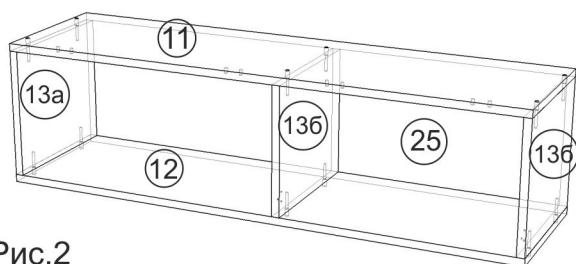

Рис.2
- 6) К крыше (11) еврошурпами (д) присоедините установочные площадки петель (ж).
- 7) С помощью евровинтов (а) соединить стойки антресоли (13а,13б) с крышей (11) и дном (12), рис.2. Гвоздями прибить заднюю стенку (26), предварительно проверив прямоугольность сборки. Двери пока отложите в сторону.